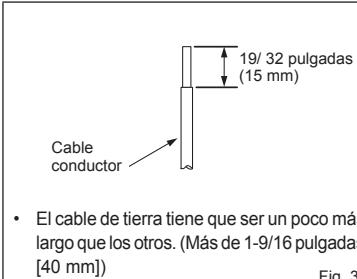

Fig. 3
- Procese el extremo del cable de tierra (Fig. 3). Conéctelo al terminal de tierra de la caja de piezas eléctricas.
- Procese el extremo del cable de conexión de la unidad interior/exterior (A) (Fig. 3). Conéctelo al panel de terminales. Procure no equivocarse al hacer las conexiones. Fije con firmeza el cable al panel de terminales de modo que no quede a la vista ninguna de sus piezas internas y que ninguna fuerza externa afecte a la sección de conexión del panel de terminales.
- 4) Ponga la tapa de drenaje en la sección de la parte posterior de la unidad interior a la que vaya a conectarse la manguera de drenaje. (Fig. 3)
- Si la manguera de drenaje suministrada con la unidad interior es demasiado corta, conéctela con una manguera de drenaje (I) no suministrada por el proveedor. (Fig. 3)
- Elimina las rebabas de la sección de corte de la tubería, asegurándose de tomar precauciones para evitar la entrada de recortes metálicos en la tubería. (Fig. 3)